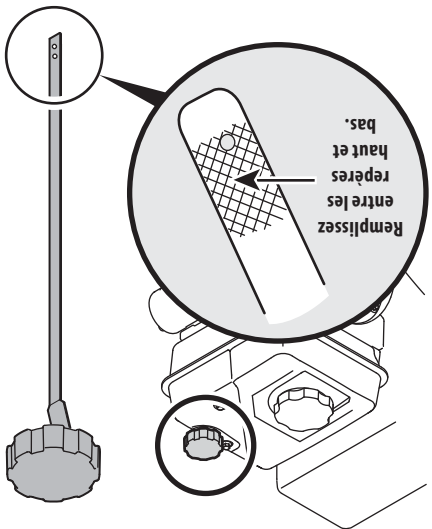

Figure 3-3
Maintenir le niveau d'huile entre les repères haut (H) et bas (L) de la jauge à huile ou à la limite de débordement dans le cas d'un moteur sans jauge à huile. Voir la Figure 3-3.
1. Enlevez le capuchon de remplissage de l'huile et essuyez la jauge à huile. Voir la Fig. 3-3.